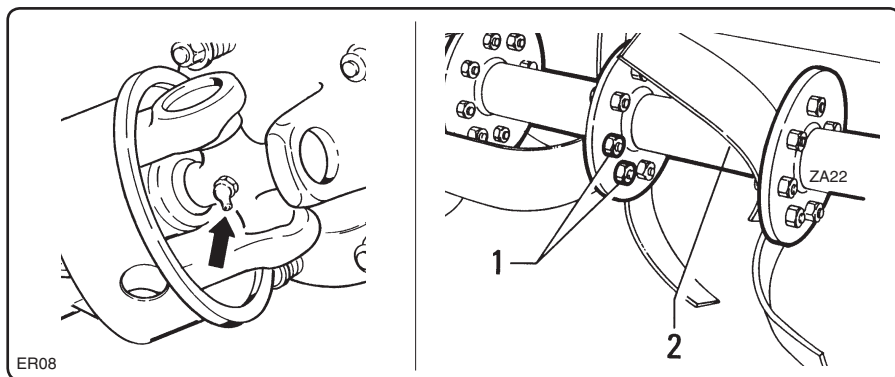

fig. 7.4.2
- Make sure that the driveline is in a perfect condition and grease the spiders (fig. 7.4.2).
- Controllare l'integrità dell'albero cardanico ed ingrassare le crociere (fig. 7.4.2).
- Check that the bolts "1" that lock the blades to rotor "2" (fig. 7.4.2) are well tightened.
- Controllare il serraggio dei bulloni "1" di bloccaggio lame al rotore "2" (fig. 7.4.2).